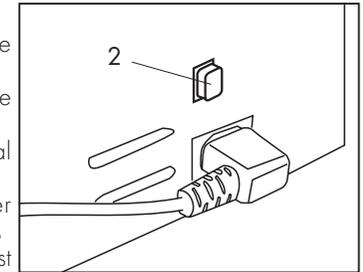

Fig. 4
- Allumer la machine en actionnant l'interrupteur principal (2). **(Fig. 4)**
- Les touches de commande commenceront à clignoter lentement; quand la température est atteinte, les touches s'allumeront de manière fixe, indiquant ainsi que la machine est prête pour l'utilisation **(Fig. 4)**.